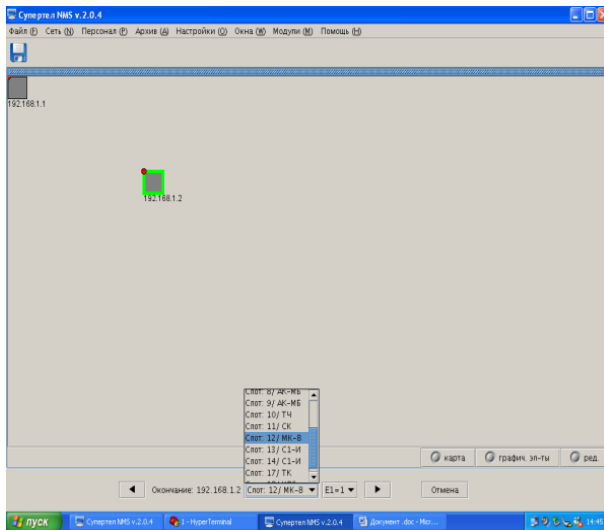

Рис. 28
15. Выбрать «Окончание», кликнуть по мультиплектору 192.168.2.2, выбрать «Слот: 12/МК-8», нажать  (рис. 28).